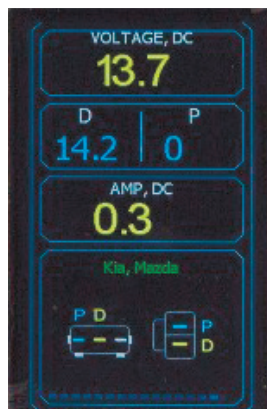

Рис.13. MS004COM
- **«D»:** индикатор устанавливаемого напряжения стабилизации реле-регулятора генератора (только для реле-регуляторов с терминалом «P-D») **(Рис. 13).**
- **«P»:** индикатор частоты имитируемой статорной обмотки реле-регулятора генератора (только для реле-регуляторов с терминалом «P-D») **(Рис. 13).**